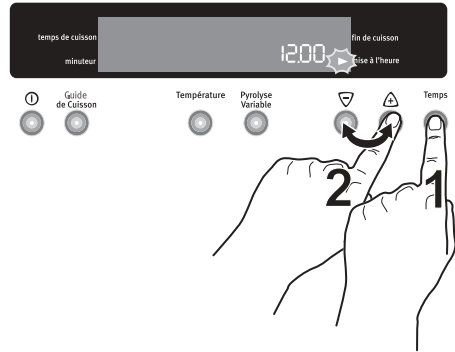

Fig. 6
1. Appuyez sur la touche **"Temps"** jusqu'à ce que le voyant de **"mise à l'heure"** clignote. Réglez l'heure à l'aide des touches **▽** or **△** (Fig. 6). Le voyant de **"mise à l'heure"** ► disparaît 5 secondes après l'affichage de l'heure exacte.